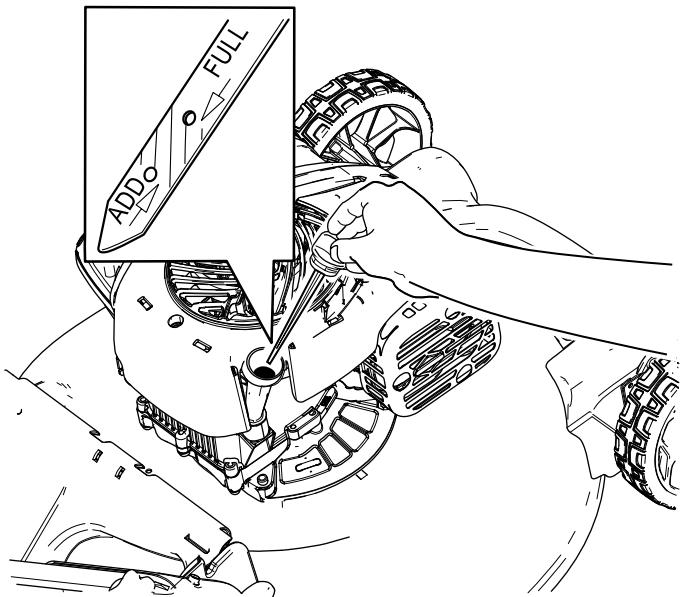

Figure 17
10. Vérifiez le niveau d'huile indiqué par la jauge (Figure 17).
3. Tournez le bouchon dans le sens antihoraire et sortez la jauge (Figure 17).